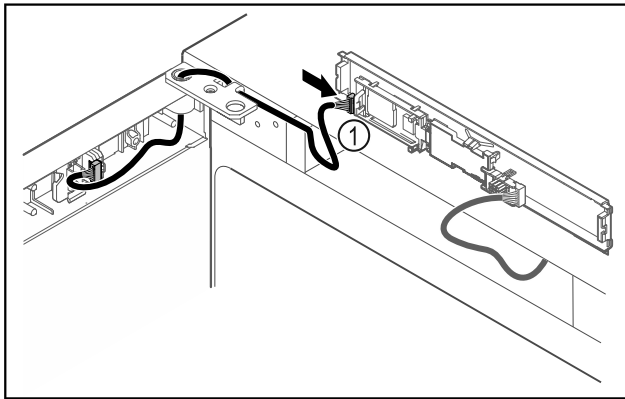

Fig. 48
- Brancher le connecteur Fig. 48 (1) sur la platine.